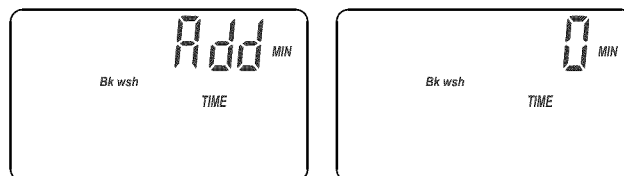

Figura 31
7. Presione nuevamente SELECT (Seleccionar) para mostrar las pantallas alternas ilustradas en la Figura 31.